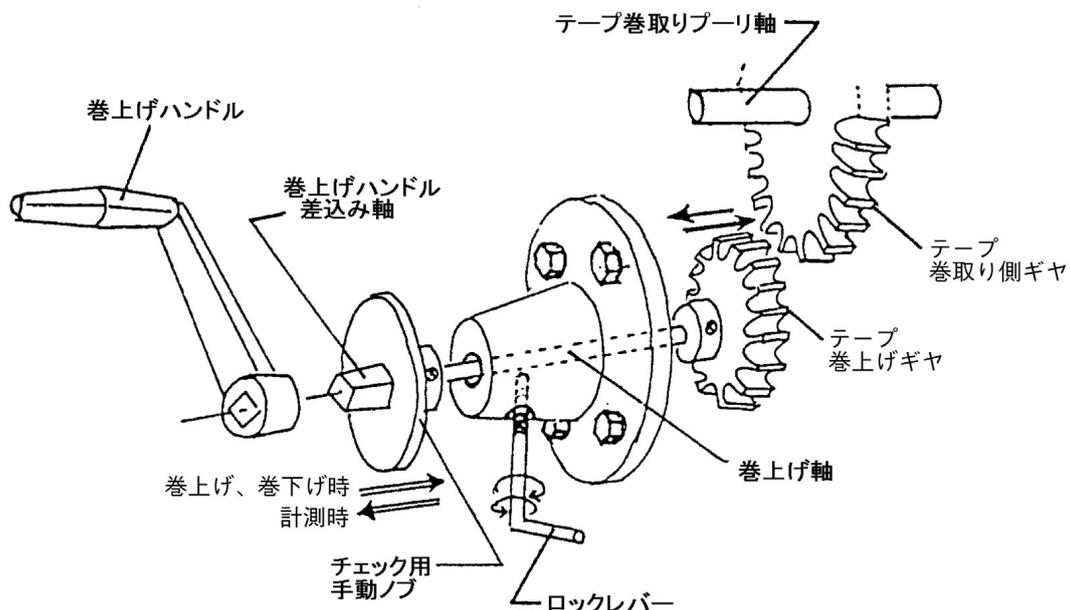

図14. 巻上機構部
「8.1 標準保守項目」(図 14 参照)
(写真1、図14参照)
- フロートが、タンク底に降りていることを確認します。巻上げ機構部を計測の状態(巻上げハンドル差し込み軸を前方向に引き出した状態「8.1 標準保守項目」(図 14 参照)でロックして、測長テープの交換作業は終了です。